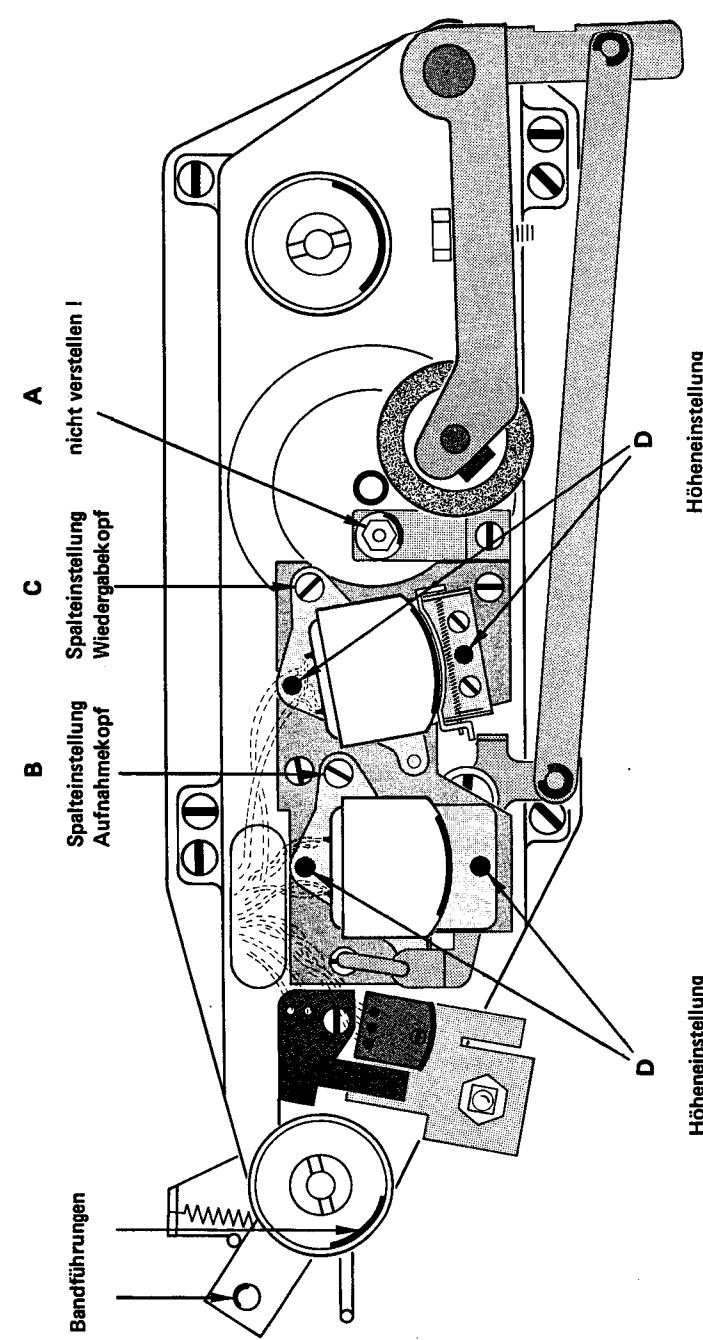

Bild 4.1-19
4.1.1. Bandführungen (Bild 4.1-19)